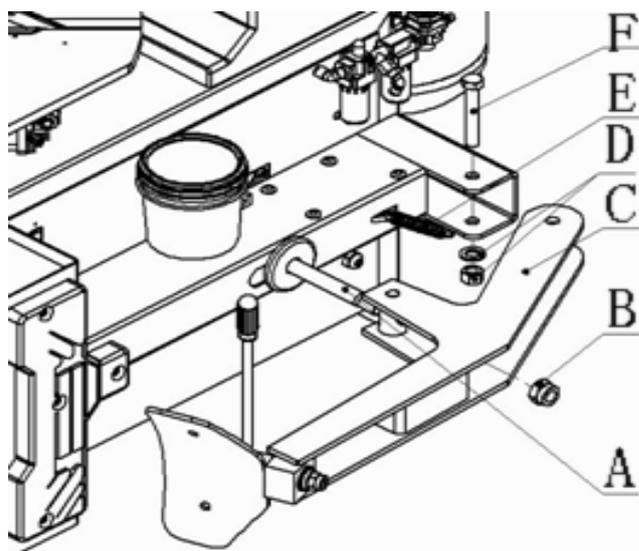

図 4-11
4.2.16 ビードブレイカーシリンダーピストンロッド先端のロックナット(図 4-11 B)を緩め、本体のボルトジョイント(4-11 F) 4-11 D)を緩めます。図 4-11 の通り、ブレード(図 4-11C)をピストンロッド(図 4-11A)に挿入します。ビードブレイカーアームバネ(図 4-11E)の一端を本体に装着して、ボルト(図 4-11F)を本体とブレードの穴に挿入し、ナットと平座金(図 4-11D)を使用してボルト(図 4-11 F)で固定します。ロックナット(図 4-11 B)とビードブレイカーシリンダピストンロッドを締め込んでください。ビードブレイカーアームバネ(図 4-11E)の反対側の一端をビードブレイカーアームピン軸(図 4-12 A)に掛けます。